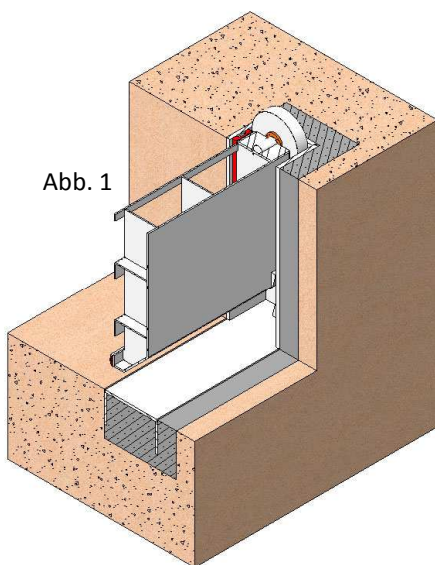

Abb. 1
Da die Armaturen vom Typ **VM groß und für hohen Wasserdruck** konzipiert sind ist die von CMO empfohlene Einbaumethode das Einlassen in Beton (Abb. 1). Bei dieser Einbaumethode wird das Gehäuse der Armatur an die dafür vorgesehene Öffnung angebracht und die Schalen werden mit Beton aufgefüllt.
- Um den Rinnenschütz einzubetonieren (Abb. 1 ), muss wie folgt vorgegangen werden: